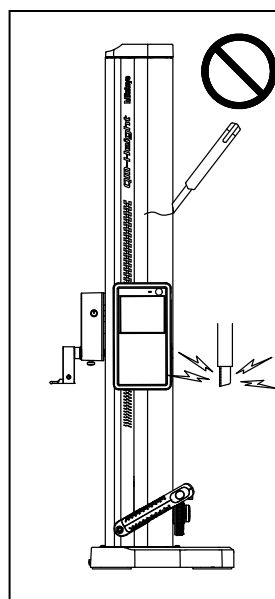

Fig. 3
- N'appliquez jamais au QM-Height une tension électrique externe provenant d'un autre appareil, comme un électrograveur par exemple. Dans le cas contraire, cela pourrait provoquer des dommages. (Fig.3)